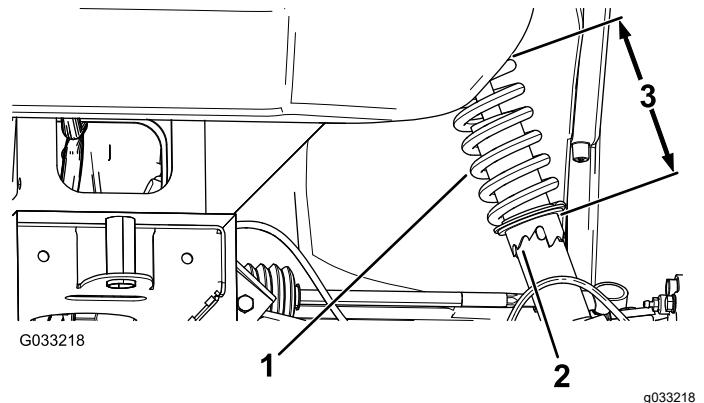

Bild 53
2. Wenn der Radsturz nicht richtig eingestellt ist, drehen Sie den Stellring am Stoßdämpfer mit einem Gabelschlüssel, um das Rad einzustellen (Bild 53).